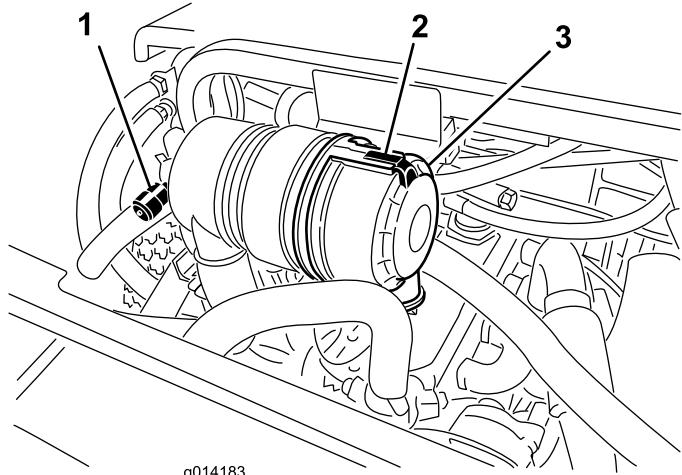

Figure 32
Faites l'entretien du filtre à air uniquement quand l'indicateur de colmatage (Figure 32) indique que cela est nécessaire. Changer le filtre à air prématûrement ne fait qu'accroître le risque de contamination du moteur par des impuretés quand le filtre est déposé.
1. Desserrez le verrou qui maintient le couvercle sur le boîtier du filtre à air (Figure 32).